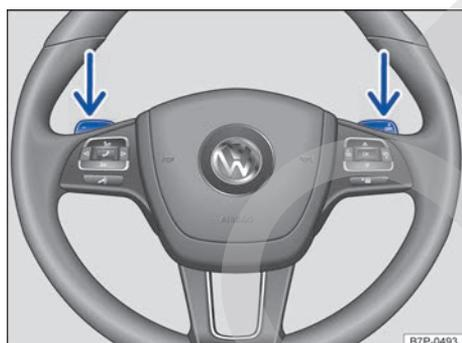

Fig. 136 Detrás del volante: levas de cambio para el Tiptronic.
- Tire de la leva derecha → fig. 136 hacia el volante para cambiar a una marcha más larga.